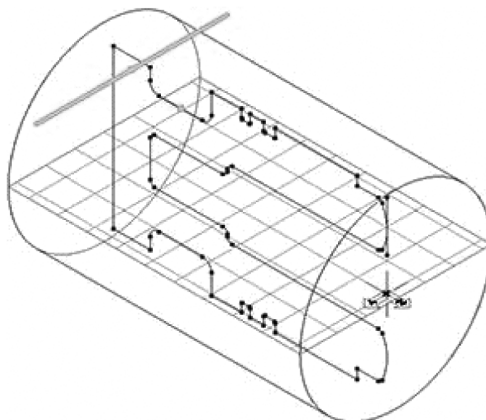

图 6-31 切换工作组
1) 切换到工作组 2：Milling 和 CS4：YZ 平面，如图 6-31 所示。